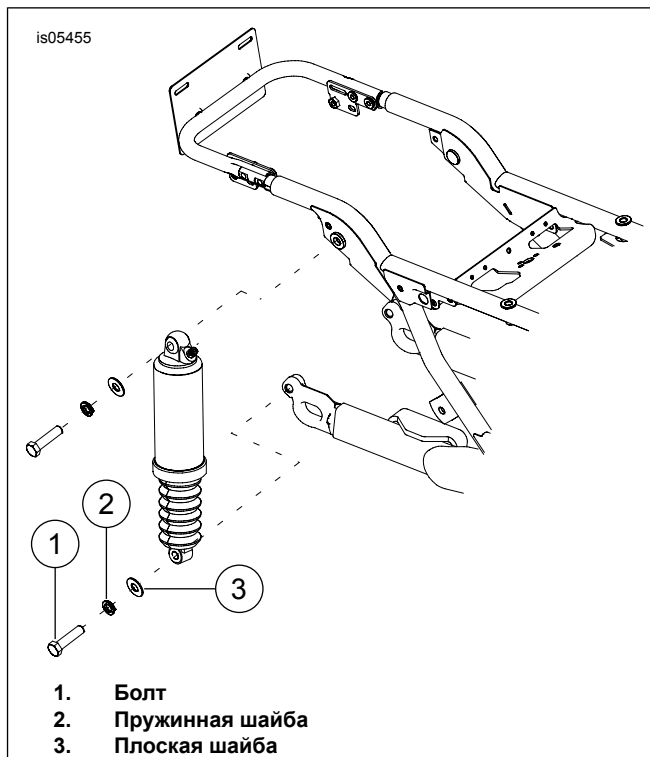

Рисунок 3. Снятие заднего амортизатора
8. См. Рисунок 3. Снимите с амортизаторов нижние монтажные болты (1), пружинные (2) и плоские шайбы (3).